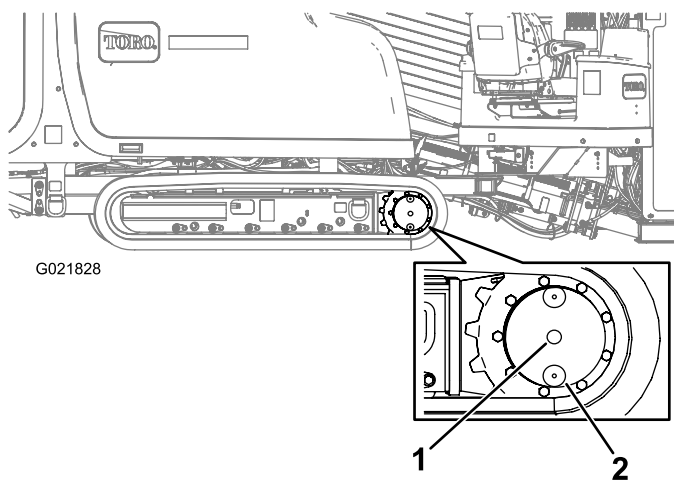

Figura 131
2. Limpie la zona alrededor del tapón de llenado con un disolvente (Figura 131).
3. Gire la transmisión planetaria hasta que los tapones de nivel de aceite y de vaciado estén en posición vertical (en la posición de las 6), según se muestra en la (Figura 131).
4. Retire el tapón de nivel de aceite (Figura 131).
2. Limpie la zona alrededor del tapón de nivel de aceite (Figura 131).
3. Gire la transmisión planetaria hasta que el tapón de vaciado esté directamente debajo del tapón de nivel de aceite (Figura 131).